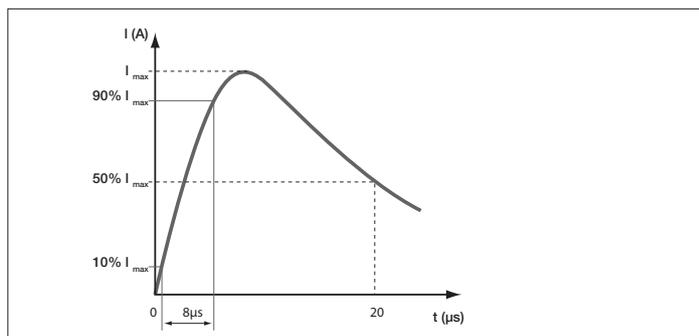

Abb. 4 Impulse 8/20  $\mu\text{s}$
- 8/20  $\mu\text{s}$  Impuls bis zu 3.000 A (s. Abb. 4);